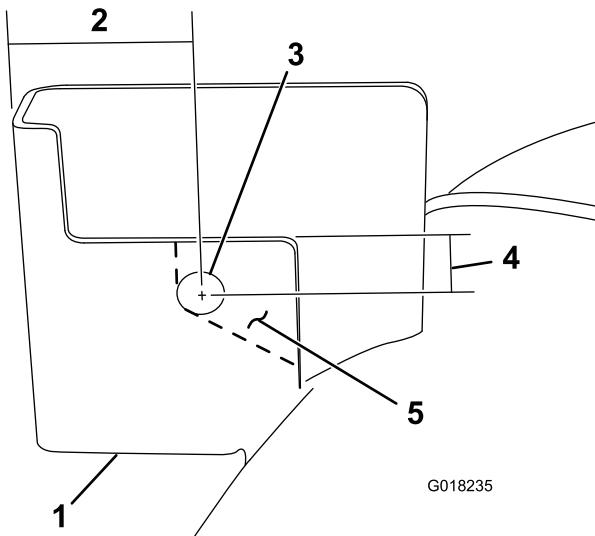

Figura 2
- A. Para facilitar la eliminación de material del soporte trasero izquierdo de la carcasa de corte, perfore un taladro de 13 mm en el soporte en el lugar indicado en Figura 2.
- B. Retire la porción del soporte trasero izquierdo de la carcasa indicada en Figura 2.